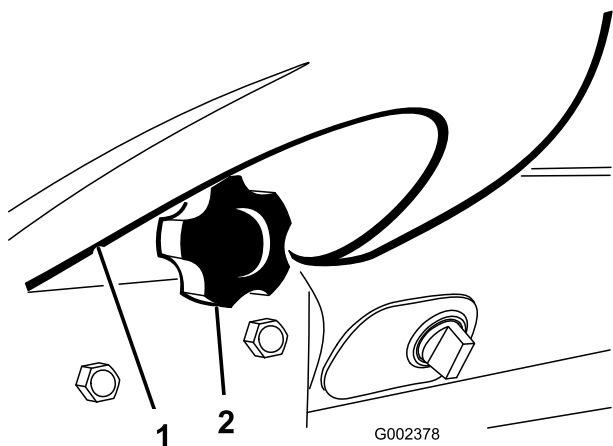

Figura 29
2. Desaperte o manípulo que fixa o suporte do recipiente ao painel (Figura 29). Retire o suporte do recipiente do painel.